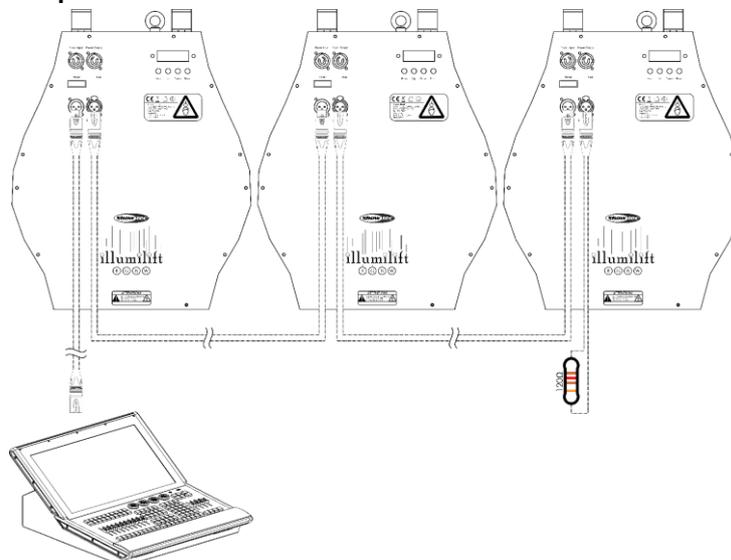

Fig. 05
- 02) Conecte las unidades entre ellas como se indica en la Fig. 05. Conecte un cable de señal DMX que vaya desde el conector DMX Output (salida) de la primera unidad al conector DMX Input (entrada) de la segunda unidad. Repita este proceso para conectar las unidades segunda, tercera y cuarta entre ellas.